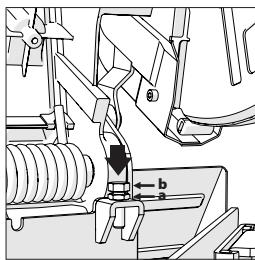

Fig. 14
- Lösen Sie die Kontermutter an der Anschlagschraube für die Abwärtsbewegung. (**Abb. 14 Pos a)**
- Drehen Sie die Einstellschraube (**Abb. 14 Pos b**) heraus (entgegen dem Uhrzeigersinn), um die Abwärtsbewegung des Schneidkopfes zu verkürzen.